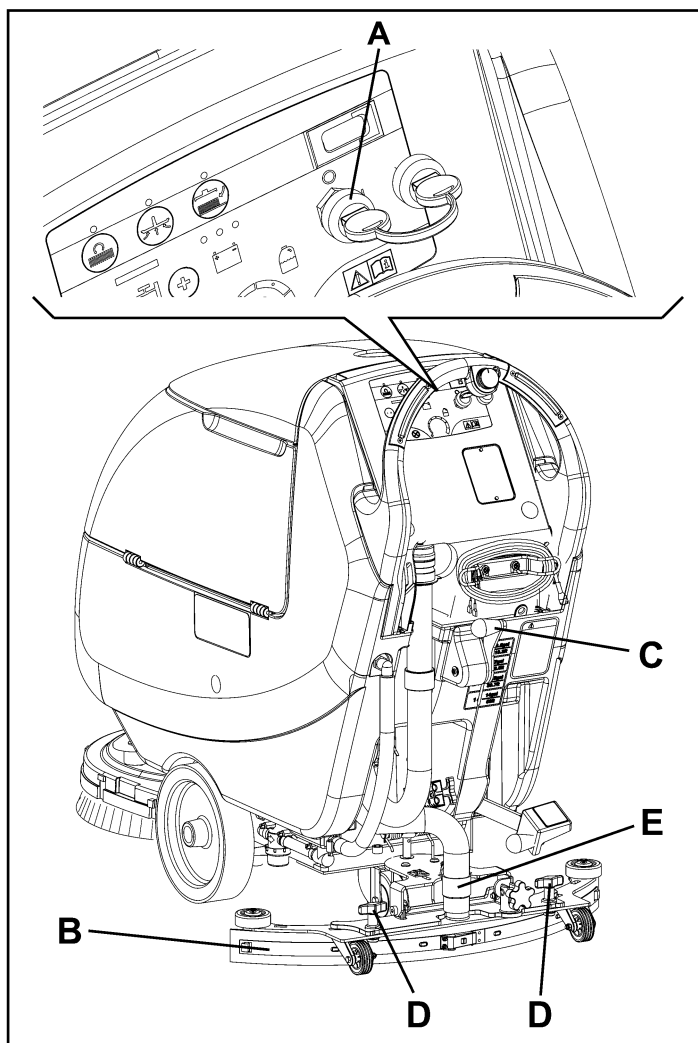
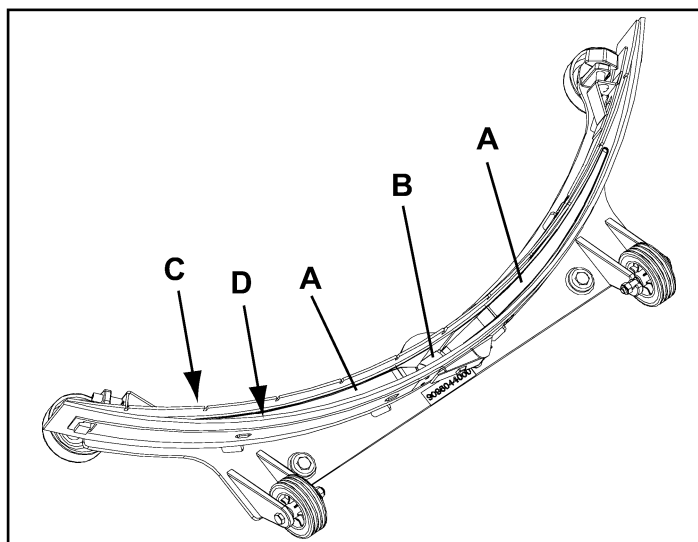

Figure 25
Figure 26
2. Tourner la clé de contact (A, Fig. 25) sur "0".
3. Baisser l'embouchure (B) au moyen du levier (C).
4. Desserrer les boutons (D) et déposer l'embouchure (B).
5. Déconnecter le tuyau d'aspiration (E) de l'embouchure.
6. Laver et nettoyer l'embouchure en acier ou en aluminium (Fig. 26). Nettoyer en particulier les compartiments (A) et l'orifice (B). Contrôler que la lamelle en caoutchouc avant (C) et la lamelle en caoutchouc arrière (D) sont intactes et qu'elles ne présentent pas de coupures ou déchirures ; dans le cas contraire, les remplacer (voir la procédure au paragraphe suivant).